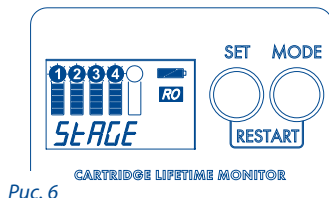

Рис. 6
b. Нажать и удерживать кнопку MODE до звукового сигнала, после этого появится надпись CodE. Последовательными нажатиями кнопки MODE выберите надпись STAGE. Нажатием кнопки SET выберите требуемое количество ступеней. Нажмите кнопку MODE для подтверждения выбора и перехода в режим выбора единиц измерения (Рис. 6).